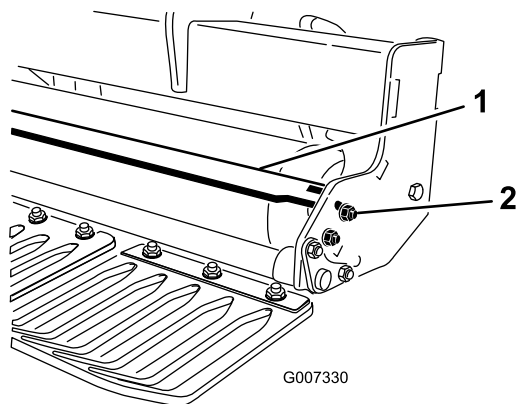

Figura 13
1. Allentate i dispositivi di fermo che fissano ogni estremità del raschiatore all'aletta del raschiarulli (Figura 13).